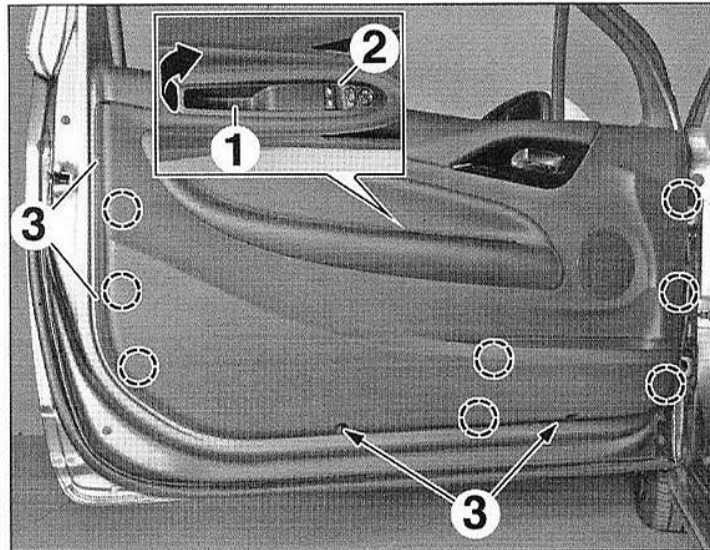

FIG.30
- Déposer le cache (1) puis la vis située derrière (Fig.30).
- Soulever la platine de commandes (2) en commençant par l'arrière.
- Débrancher et déposer la platine de commandes (2).
- Déposer les vis (3).